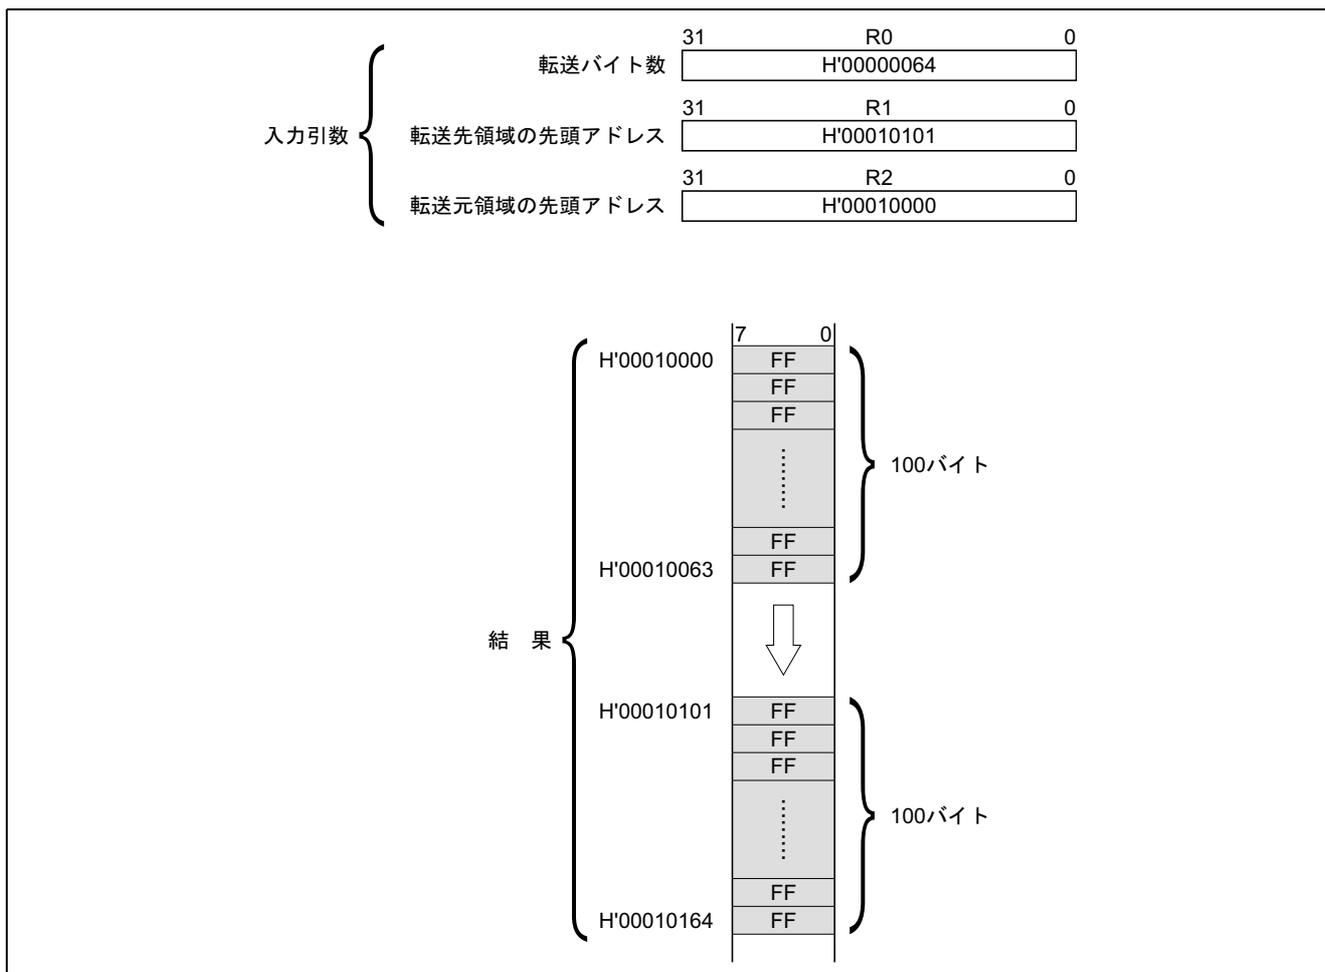

図1 ソフトウェア MOVE の実行例
b. 図 1 にソフトウェア MOVE の実行例を示します。